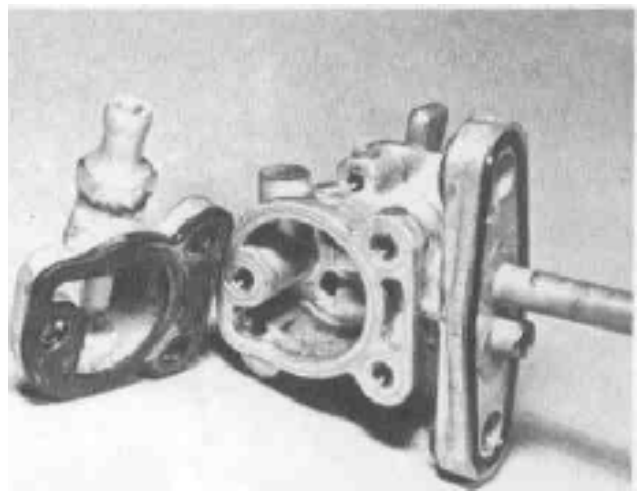

Bild 243
- Um an das Filtersieb heranzukommen, wird der Hahn geschlossen und an der Vorderseite die kleine Schlitzschraube mit Fiderichtring herausgedreht. Dabei entleert sich nur der kleine Innenraum des Hahns. Wenn diese kleine Menge ausgeflossen ist, die drei Schrauben an der Rückseite lösen und das Ablaufgehäuse mit Dichtung abnehmen. Damit hat man Zugang zum Filtersieb (Bild 243), das herausgenommen, gereinigt und wieder eingesetzt werden kann.